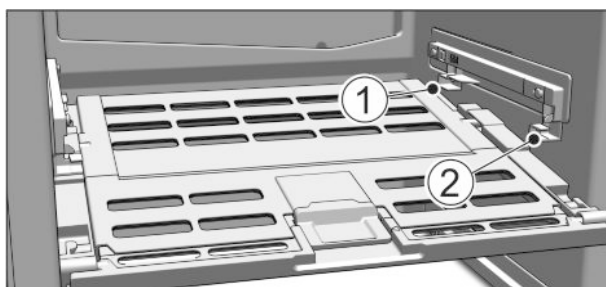

Fig. 14
- ▶ Wkładanie pokrywy Fruit & Vegetable-Safe: Ramiona pokrywy wprowadzić od dołu do tylnego uchwyty Fig. 14 (1) i zająć z przodu w uchwycie Fig. 14 (2).